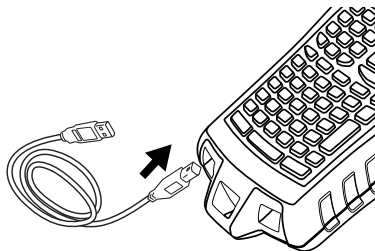

Figure 5
1. Branchez le câble USB dans le port USB situé au bas de l'imprimante. Voir Figure 5.